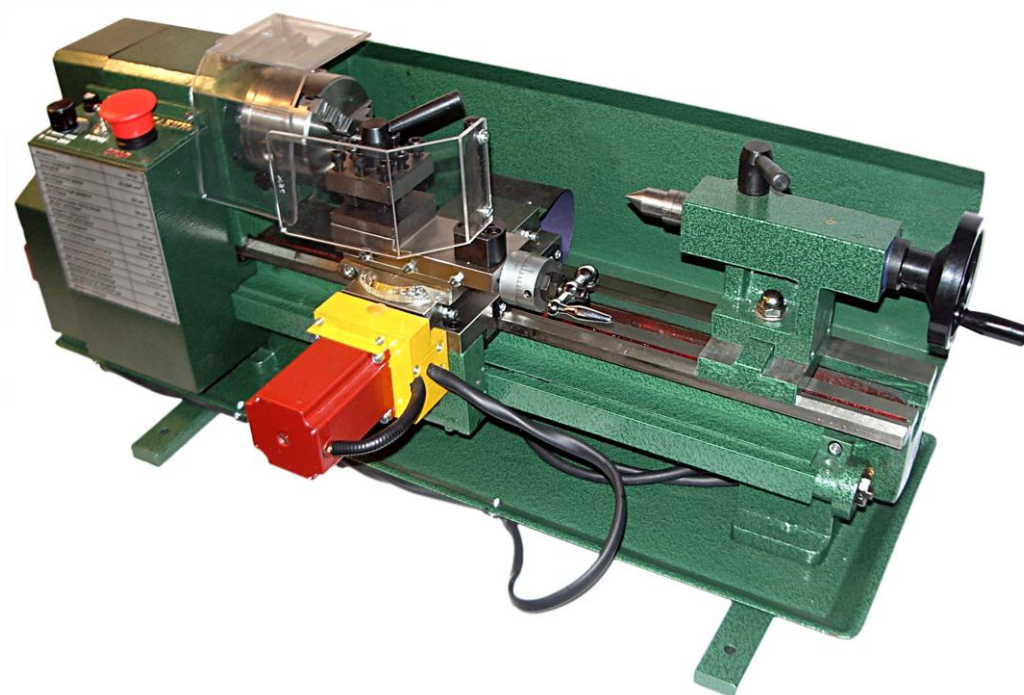

Рис. 21. Передняя часть станка с защитным кожухом.
1. Развернуть станок передней частью (**Рис. 21**).